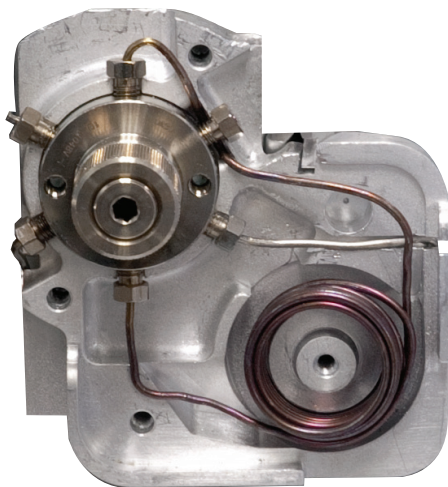

Figure 21. Positionnement correct de la boucle d'échantillonnage dans le bloc de boucle d'échantillonnage
- 12 Placez la boucle d'échantillonnage devant la vanne à 6 ports et connectez les deux extrémités de la nouvelle boucle aux emplacements 1 et 4, comme indiqué à la **Figure 21**.
- 14 Faites tourner la boucle d'échantillonnage vers le bloc de celle-ci (vers la droite). Placez l'extrémité supérieure de la boucle d'échantillonnage par dessus et derrière la connexion numéro 5 de la vanne. Continuez à faire tourner la boucle d'échantillonnage jusqu'à ce qu'elle s'adapte parfaitement au raccord encastré du bloc de la boucle d'échantillonnage, comme illustré à la **Figure 21**.